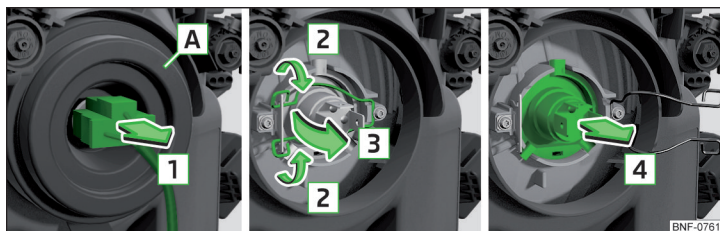

Fig. 172 Înlocuirea becurilor pentru faza scurtă și lungă
» Extrageți conectorul de la becul cu incandescență, în sensul săgeții **1** » fig. 172.
- » Apăsăți etrierul de siguranță înspre far și desprindeți-l apoi în sensul săgeților **2** » fig. 172.